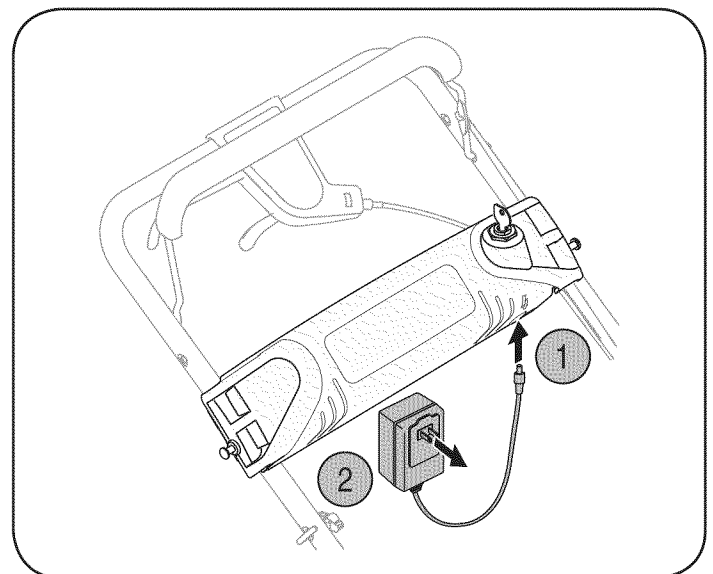

Figura 21
1. Enchufe el cargador de la batería dentro del orificio en la parte inferior del alojamiento de la batería. Vea la Figura 21.